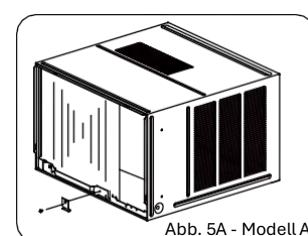

Abb. 5A - Modell A
1. Entfernen Sie die Schraube, die die Halterung für das Chassis befestigt, und entfernen Sie dann die Halterung für das Chassis, wie in Abbildung 5A dargestellt.